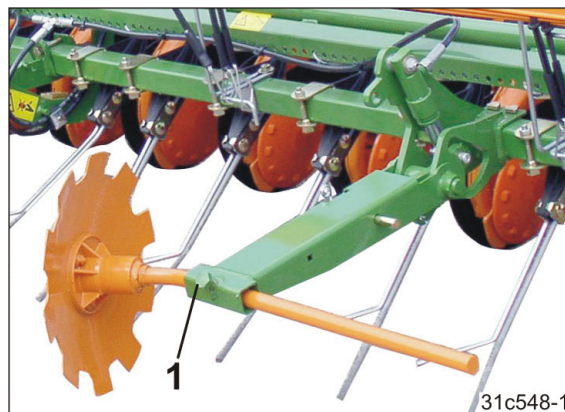

Fig. 212
6. Løsne skruen (Fig. 212/1).
9. Trekk skruen (Fig. 212/1) fast til.